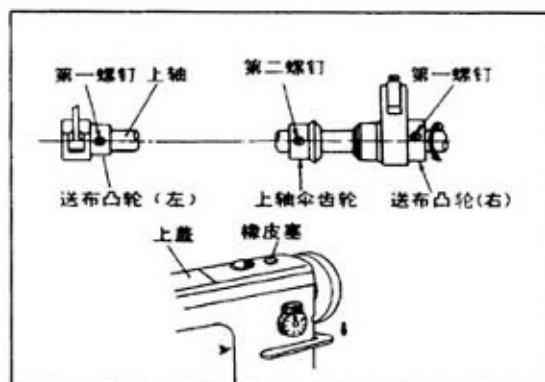

图 23
23、送布牙同步关系的调整 (图 23):
- (1) 送布凸轮(左)和送布凸轮(右)标准的位置关系如图 23 所示;
(2) 打开上盖,调整该位置;
(3) 送布凸轮(右)也可以通过取下上盖上的橡皮塞来调节,在后一种情况下,因为伞齿轮不易被发现,调节时应需小心保护。